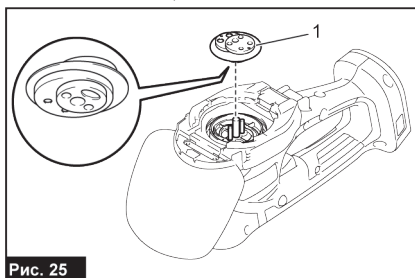

Рис. 25
4. Нанесите немного смазочного материала на внешний край кривошипа. Установите кривошип на штифты таким образом, чтобы маленькие и большие закругленные элементы были направлены вниз (рис. 25).